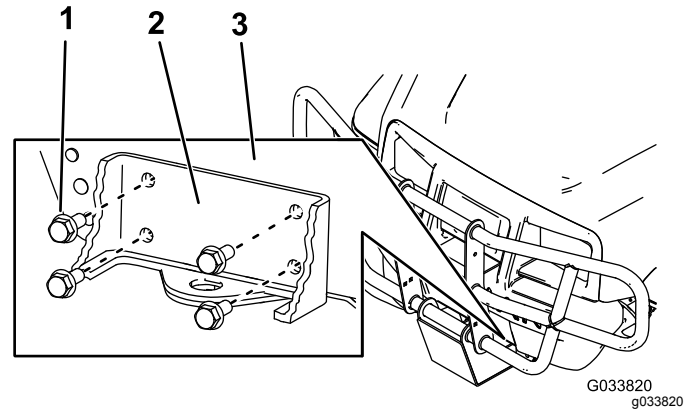
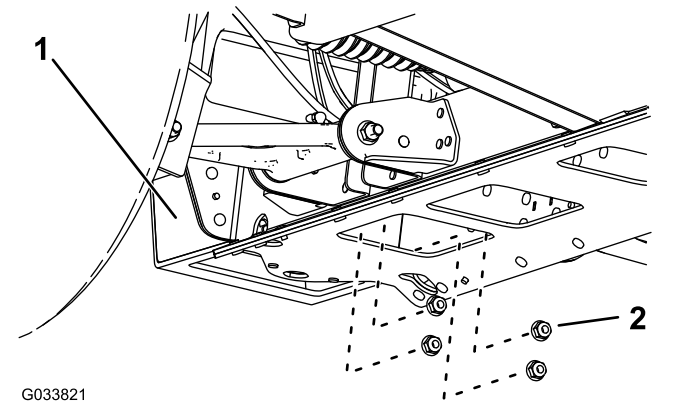

Figure 4
Figure 5
6. Fixez le pare-broussaille sur le support du pare-chocs à l'aide de 4 boulons (5/16 x 3/4 po) et 4 écrous (5/16 po), comme montré à la Figure 4 et la Figure 5.